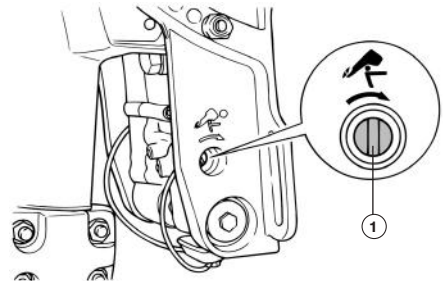

Рис. 45 Наклон мотора вручную
1. Ослабьте вручную винт 1 клапана, вращая его по часовой стрелке до упора (Рис. 45).